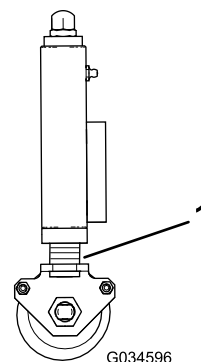

Figura 27
2. Assicuratevi che tutti gli apparati di taglio siano impostati alla stessa altezza di taglio, facendo riferimento agli anelli indicatori (Figura 27).